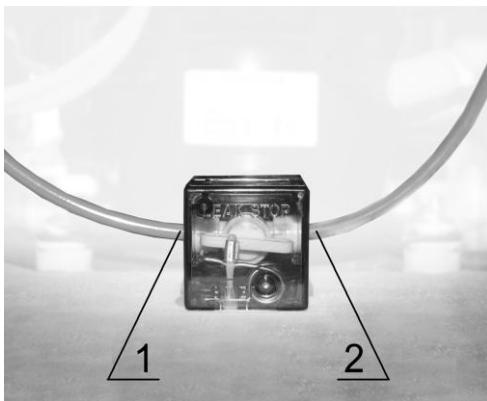

Рис. 8
*По вопросам приобретения сменных клапанов обращайтесь по телефону: 8 (800) 333-81-00
- Установите клапан внутрь фильтра-диспенсера, так, чтобы предохранительная пружина с лакмусовой бумажкой касалась специальной прокладки на дне фильтра-диспенсера (рис. 8).
- Подключите трубку (1) к входу клапана (обозначен синим цветом).
- Трубку (2) подключите к выходу клапана (обозначен белым цветом).